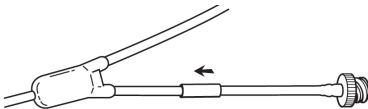

Fig. 15
6. Manchetten skydes over samlingsstedet. (fig. 15).